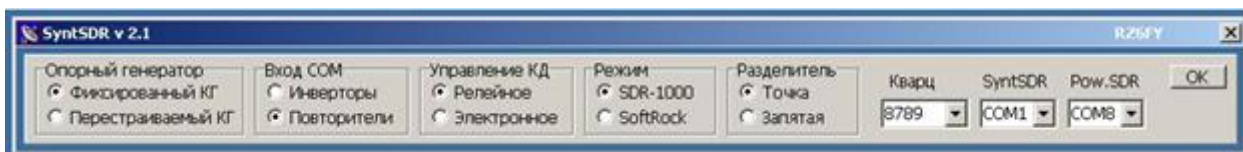

рис. 12
Окно установки параметров (рис.12):
Нажатием кнопки Setup открывается окно предварительных установок (рис.12). В нем выбирается вид опорного кварцевого генератора (для представленных выше схем – фиксированный), вид схемы узла сопряжения с COM-портом, вид схемы управления коэффициентом деления микросхемы 74AC74, режим работы, тип разделителя.
7. В окне предварительных установок программы (рис.12) выбрать второй порт из виртуальной пары, физический порт синтеза, частоту кварца, режим SDR-1000 и нажать OK;